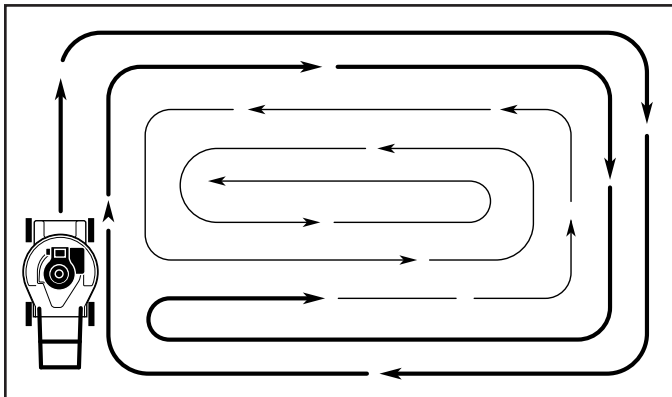

FIG. 10
- Quand vous utilisez une tondeuse à gazon à décharge latérale, tondez dans le sens contraire des aiguilles d'une montre en commençant à l'extérieur de la surface à tonder pour étaler l'herbe coupée plus régulièrement et réduire l'effort du moteur. Pour garder l'herbe coupée hors des allées, des parterres, etc., tondez la périphérie de la zone à tonder dans le sens des aiguilles d'une montre (Voir Fig. 10).